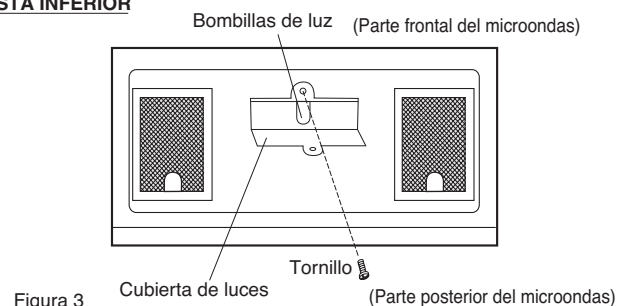

Figura 3
2. Para abrir la cubierta de la luz, extraiga el tornillo de la cubierta. (Vea la figura 3).